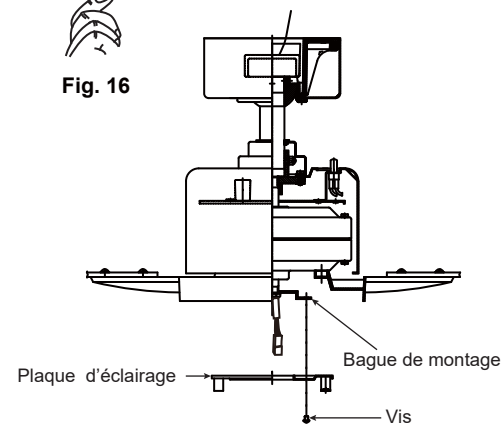

Fig. 17
**Étape 1.** Desserrez les deux vis sur la bague de montage fixée à l'arbre du moteur, puis retirer et conservez la troisième vis. (Fig. 17).